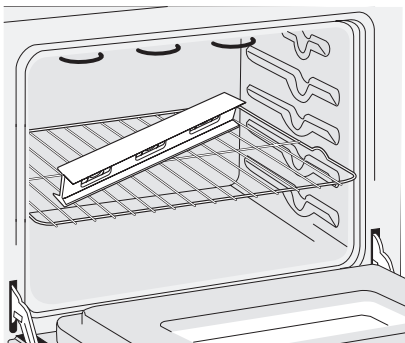

Figura 9: Nivelación
- Instale una parrilla en el centro del horno superior (vea la figura 9).